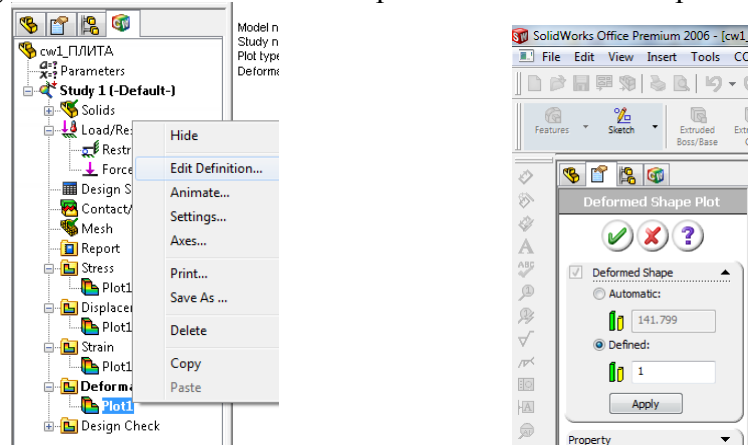

Рис. 2.7. Зміна масштабу діаграми переміщень
11. У папці **Deformation** клацніть правою клавішою на діаграмі і виберіть пункт **Edit Definition** (Редактировать определение) (рис. 2.7), де змініть масштаб відображення діаграми на користувачий і виставте там 1. Зробіть висновок по отриманим результатам.